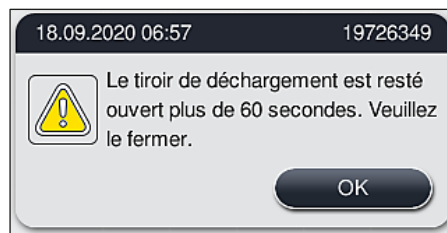

Fig. 89
- Si le tiroir de déchargement reste ouvert plus de 60 secondes, l'utilisateur en est informé par un message (→ "Fig. 89").